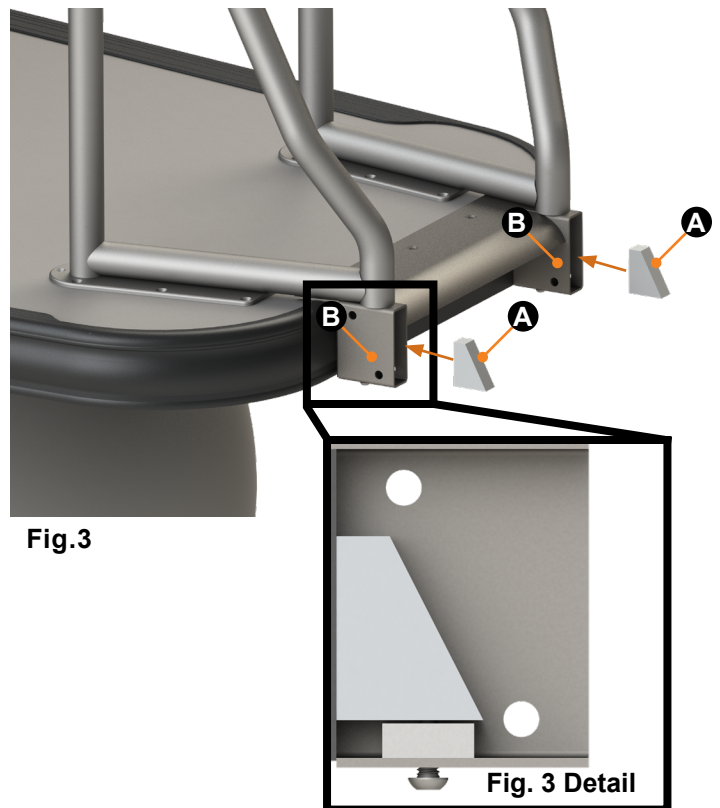

Fig. 3
7. Insérez les cales en plastique (Fig. 3A) dans les supports de montage de l'échelle (Fig. 3B). Assurez-vous que les cales en plastique sont bien insérées (Fig. 3, détail).